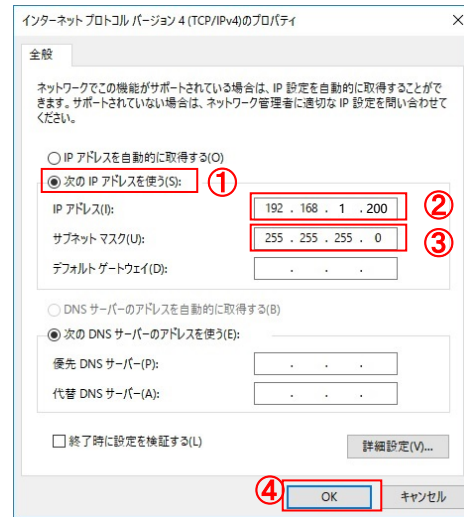

図8. IPアドレス設定
- (1) スタートメニューより「Windowsシステムツール」をクリックします。
- (2) 「コントロールパネル」をクリックします。
- (3) 「ネットワークとインターネット」をクリックします。
- (4) 「ネットワークと共有センター」をクリックします。
- (5) 「アダプターの設定の変更」を選択します。
- (6) 「イーサネット」を右クリックします。
- (7) サブメニューより「プロパティ」をクリックします。
- (8) 「インターネットプロトコルバージョン4(TCP/IPv4)」をダブルクリックします。
- (9) 「次のIPアドレスを使う」をクリックします。(図8、①)
- (10) IPアドレスに「192.168.1.200」と入力します。(図8、②)
- (11) サブネットマスクに「255.255.255.0」と入力します。(図8、③)
- (12) OKをクリックします。(図8、④)